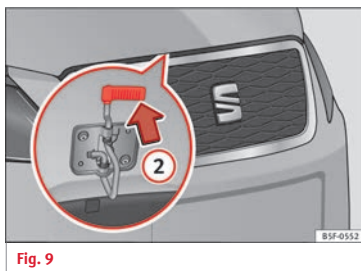

Fig. 9
- Levante el capó. Haga presión hacia arriba sobre el saliente situado debajo del capó » » fig. 9 ②. El gancho de sujeción queda desbloqueado.